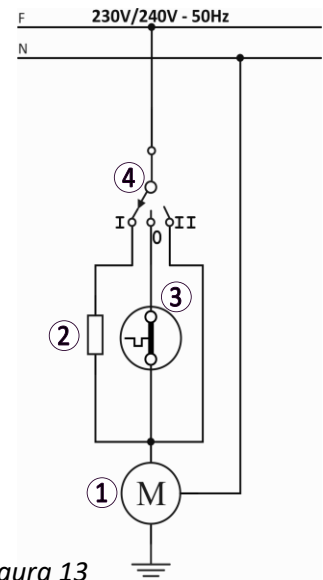

Figura 13
- Ante cualquier problema con el sistema eléctrico de la estufa, consultar con el proveedor (ver *figura 13*).
①	Motor convector.
②	Regulador (2 Velocidades)
③	Termostato control convector
④	Interruptor.